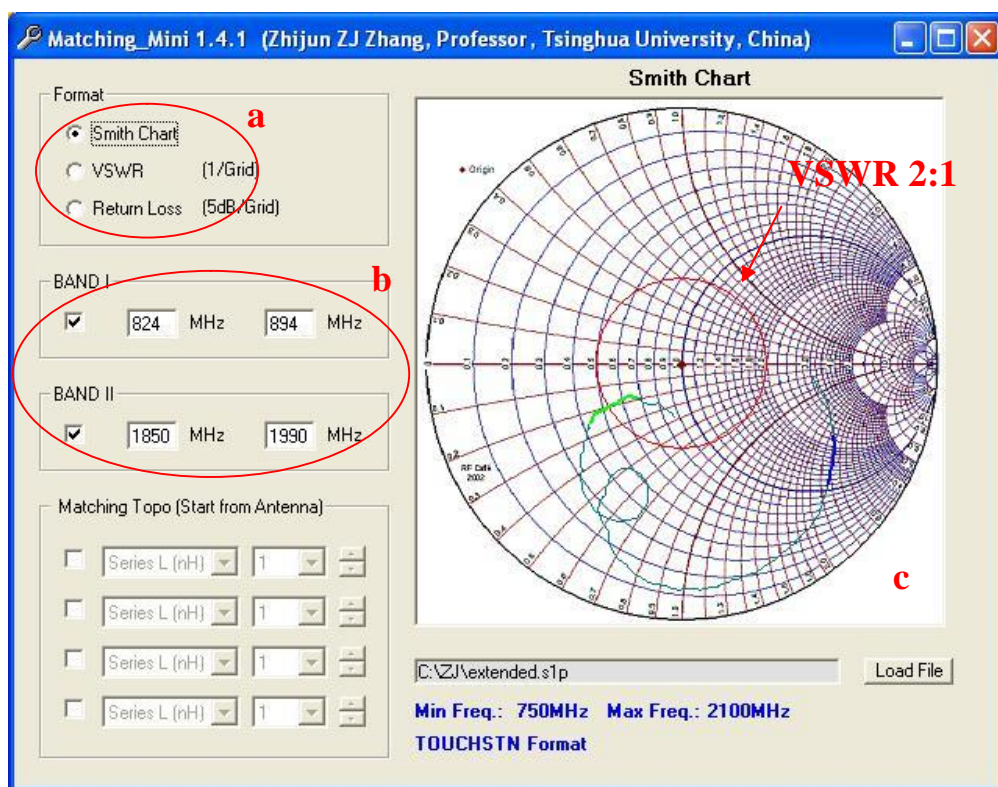
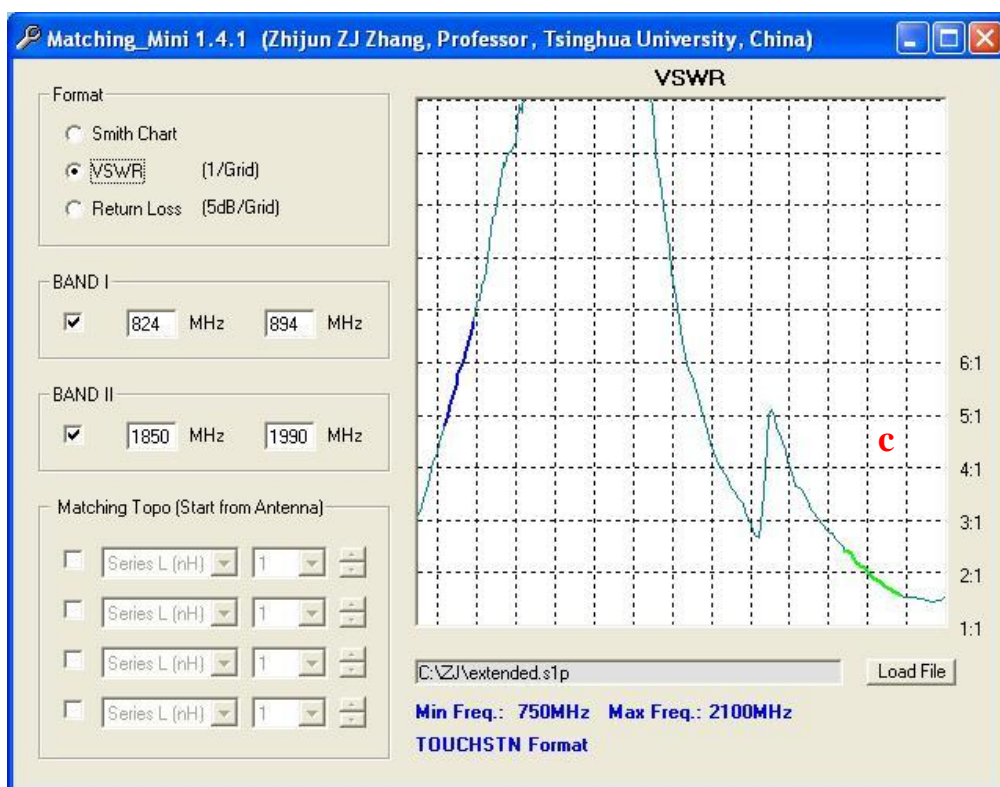
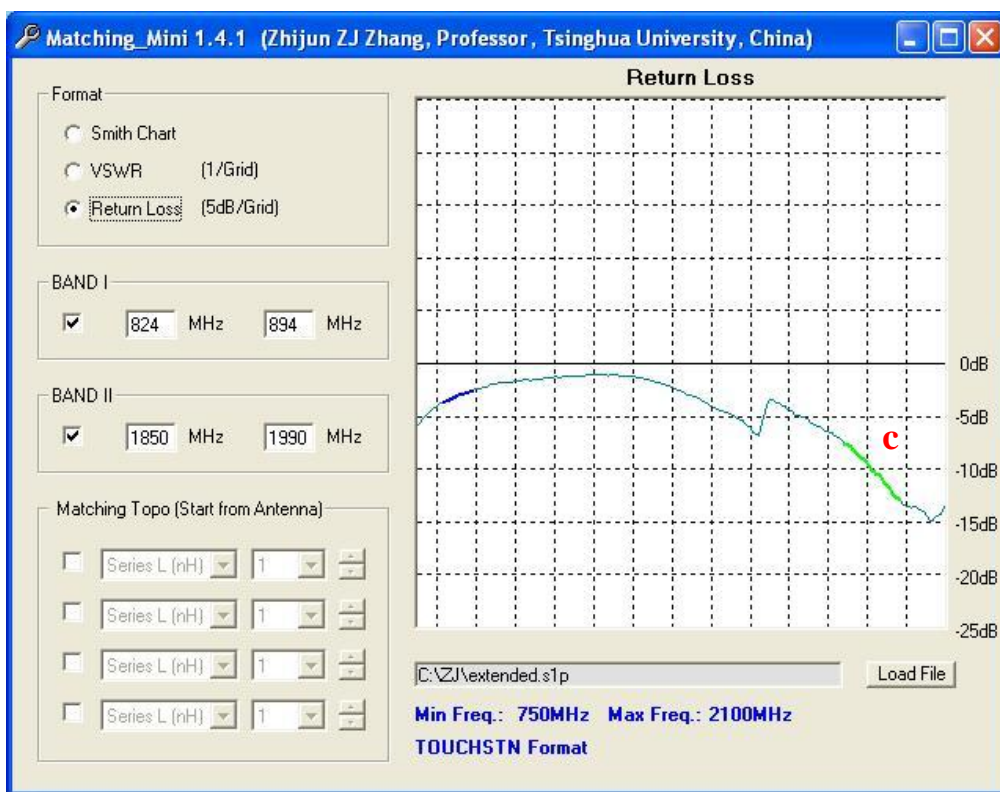

图 4a Smith 显示模式
图 4b VSWR 显示模式
图 4c 回波损耗显示模式
- 显示模式可以在 Smith 圆图(图 4a) , 驻波系数 VSWR(图 4b)和回波损耗 Return Loss(图 4c)中切换。
- Smith 圆图中的红圈标定了 VSWR 2:1、回波损耗 -10dB。在 VSWR 和回波损耗显示模式下, X 轴每格 100MHz。VSWR 显示模式(图 4b)下 Y 轴的每格单位为 1, 回波损耗显示模式(图 4c)下 Y 轴的每格单位为 5dB。